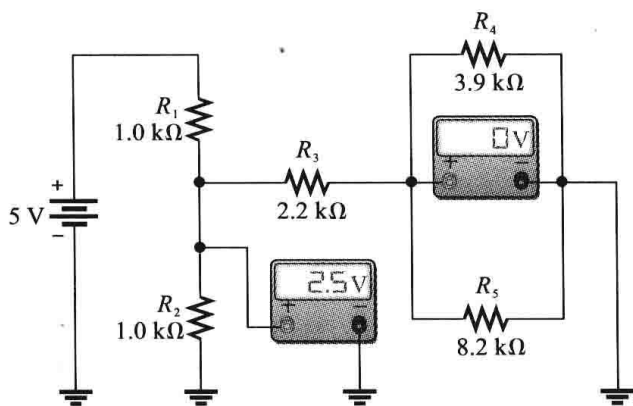

图 6-101
57. 图 6-101 中有一个故障, 基于电压表读数, 试确定该故障是什么。